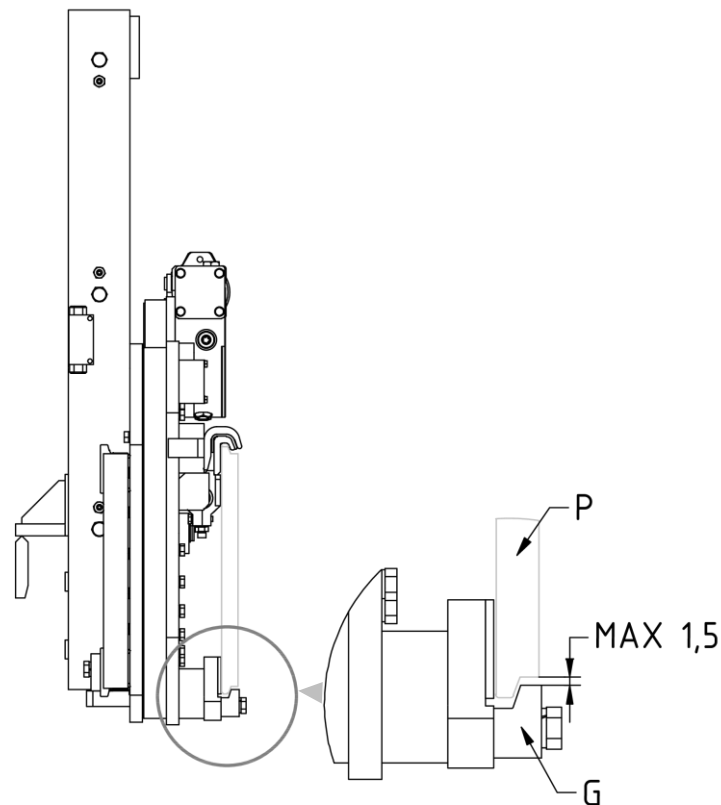

Figure 9
8. Revisser les 2 crochets inférieurs **G** de manière à ce que le corps de ces derniers reste accroché aussi en bas du tablier porte-fourches **P** (avec un jeu max. de 1,5 mm, voir détail *Figure 9*), en serrant avec le couple de serrage indiqué dans le *Tableau 4*.
3. Contrôler le jeu entre la partie inférieure du tablier porte-fourche et les crochets inférieurs de l'équipement, en vérifiant qu'il est conforme aux indications du *Figure 4* (page 12) et *Figure 9* (page 16) et, éventuellement, intervenir sur le serrage des vis qui les soutiennent.